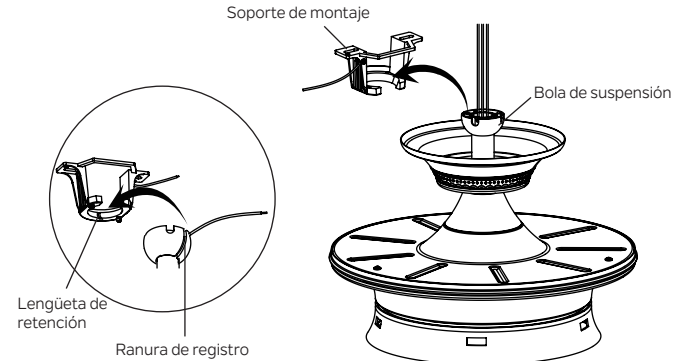

Figura 10
**Paso 6.** Ahora levante el conjunto del motor a su posición y coloque la bola de suspensión en el soporte de montaje. Gire hasta que la lengüeta de retención haya caído en la ranura de registro y se asiente firmemente. (Figura 10) No debería girar todo el cuerpo del motor si esto se hace correctamente.